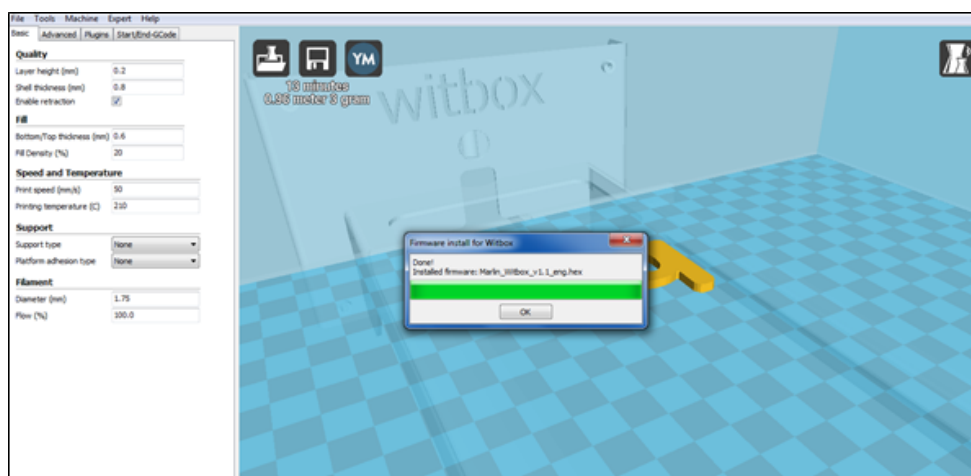

Figure 4.18 Fenêtre de fin de mise à jour du logiciel
- 6 L'imprimante est déjà à jour ! (fig. 4.18).